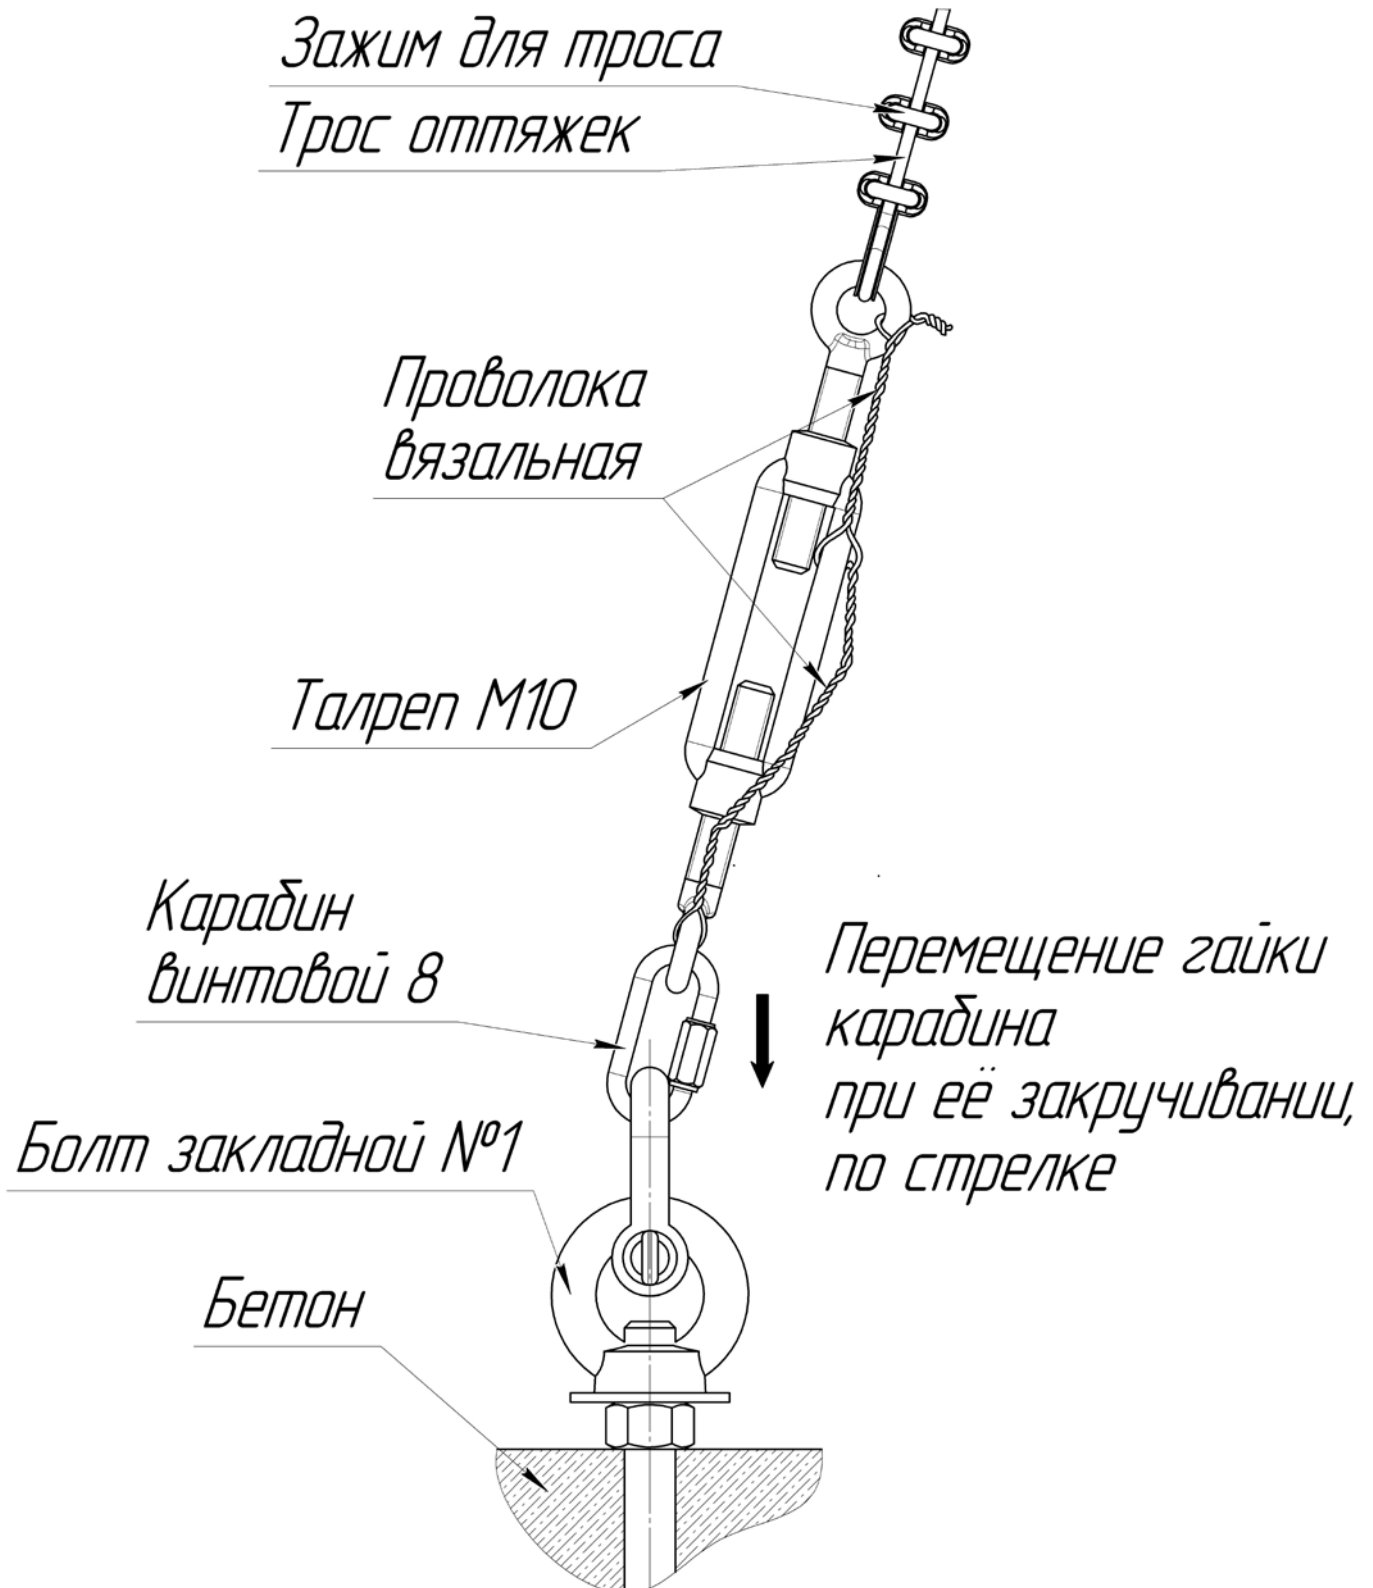

Рисунок 8 – Сборка мачты ММ
6.1.14 Раскрутить талрепы, расположенные на оттяжках, увеличив их длину до максимальной. Закрепить талреп одного сектора за болт закладной с помощью винтового карабина (рисунок 8).
ВНИМАНИЕ: во избежание раскручивания гайки карабина, карабин установить в такое положение, чтобы гайка карабина при её закручивании перемещалась по стрелке (рисунок 8).
6.1.18 Зафиксировать талрепы с помощью вязальной проволоки (рисунок 8). Допускается использовать как цельный кусок проволоки, так и обрезки.